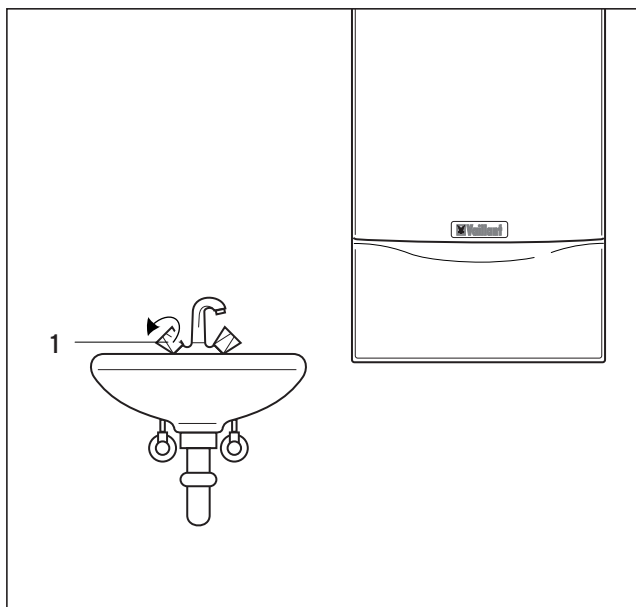

Abb. 3.12 Warmwasser zapfen (VC-Geräte)
3.4.2 Warmwasser zapfen (Abb. 3.12)